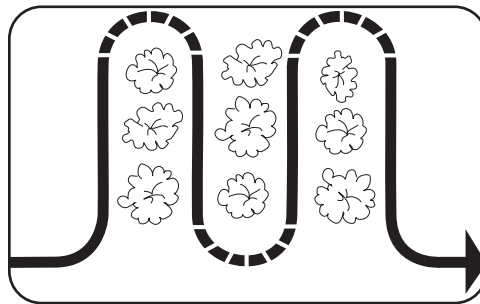

Figure 4-15
- En planifiant vos passages, vous pouvez laisser suffisamment d'espace entre les rangées pour cultiver. Laissez d'espace pour la largeur du capot et assez d'espace supplémentaire pour la croissance future des plantes. Voir Figure 4-15.